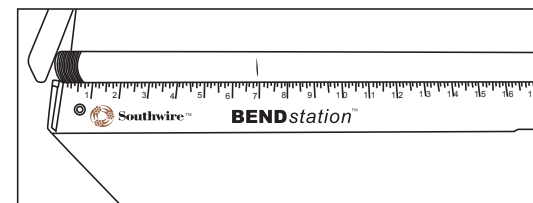
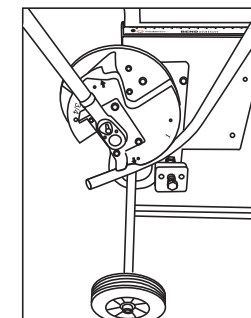

Fig. 1
Fig. 2
- a. Utiliser la règle de 60 po intégrée en posant le conduit au-dessus de la règle, faire glisser le conduit vers le côté extrême gauche et l'appuyer contre la butée du conduit pour le marquer aux longueurs désirées (Fig. 1).
6. Si le cintrage est réalisé sur un conduit de 1 po ou plus, l'utilisation du système de cliquet permettra à l'opérateur d'utiliser le poids de son corps pour augmenter la force de cintrage, tout en fournissant un effort minimal. Pour utiliser ce système, régler la clé à cliquet pour pouvoir placer la poignée de cintrage à un angle de 30 degrés par rapport au sol avant de procéder à l'opération de cintrage. Régler la clé à cliquet (4) de nouveau afin qu'une pression puisse être appliquée sur la tête de la cintrreuse par un mouvement descendant.
8. Lorsque le cintrage est terminé, soulever la poignée en position verticale et tourner le conduit vers l'extérieur pour le dégager du sabot (Fig. 2).